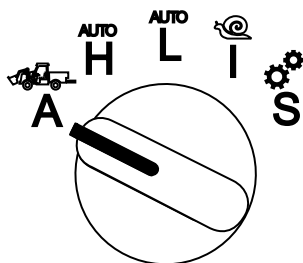

Рисунок 24
33. Поверните переключатель выбора режима работы в положение АТТАЧМЕНТ (НАВЕСНОЕ ОБОРУДОВАНИЕ) (Рисунок 24).